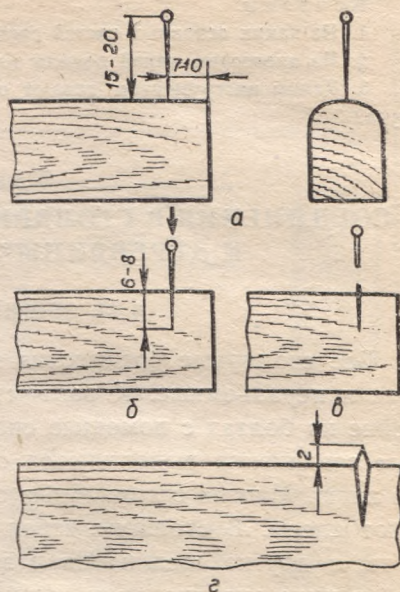

Рис. 29. Установка гвоздиков в брусочки рейсмуса:
10. Забить гвоздики в брусочки и заточить их напильником (рис. 29).